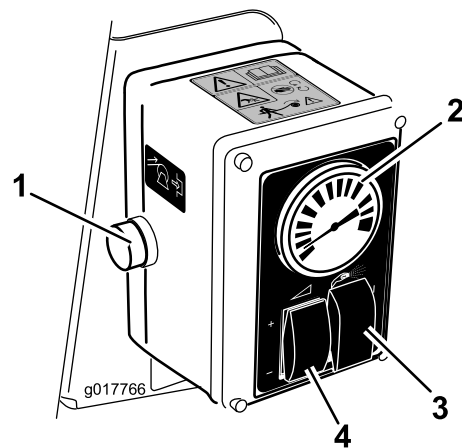

Figure 21
5. Placez le sélecteur de pulvérisation en position manuelle (Figure 21).
6. Réglez la commande de débit et la commande d'accélérateur pour augmenter ou réduire la pression au manomètre à la valeur voulue (Figure 21).